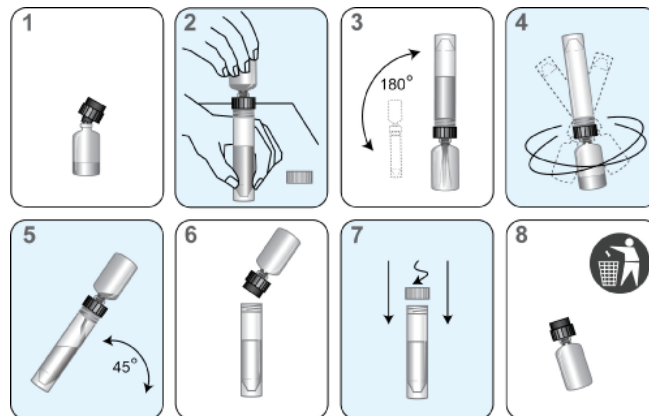

Figura 1. Procedimento di ricostituzione del Panther System
- c. Aprire la fiala del reagente liofilizzato e inserire con fermezza l'estremità indentata del collare di ricostituzione nell'apertura della fiala (Figura 1, Fase 1).
- e. Tenendo il flacone di soluzione di ricostituzione sul banco, inserire con fermezza l'altra estremità del collare di ricostituzione nell'apertura del flacone (Figura 1, Fase 2).
- f. Capovolgere lentamente i flaconi assemblati. Lasciar scendere la soluzione dal flacone nella fiala di vetro (Figura 1, Fase 3).
- g. Miscelare accuratamente la soluzione nella fiala di vetro agitando (Figura 1, Fase 4).
- h. Attendere che il reagente liofilizzato passi in soluzione, quindi capovolgere nuovamente i due flaconi assemblati, inclinandoli con un angolo di 45° per ridurre al minimo la formazione di schiuma (Figura 1, Fase 5). Lasciare che tutto il liquido ritorni nel flacone di plastica.
- i. Rimuovere il collare di ricostituzione e la fiala di vetro (Figura 1, Fase 6).
- j. Rimettere il tappo sul flacone di plastica. Registrare sull'etichetta le iniziali dell'operatore e la data di ricostituzione (Figura 1, Fase 7).
- k. Rimuovere il collare di ricostituzione e la fiala di vetro (Figura 1, Fase 8).